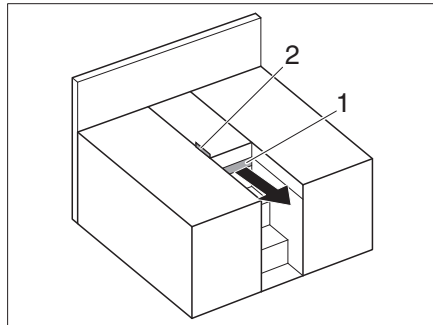
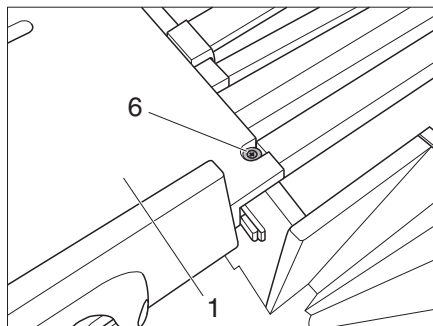

Fig. 179 Letti singoli
Fig. 181 Perno di arresto per l'estrattore
- Sganciare la cinghia di fissaggio (Fig. 179,2) e tirare fuori l'estrattore (Fig. 179,1).
- Bloccare l'estrattore (Fig. 181,1) nel perno di arresto (Fig. 181,6) ovvero utilizzare il perno di arresto (Fig. 181,6) come battuta per l'estrattore (a seconda della planimetria).
- Sollevare l'estrattore (Fig. 181,1) dal perno di arresto (Fig. 181,6).
- Spingere l'estrattore (Fig. 181,1) e agganciare la cinghia di fissaggio (Fig. 179,2).